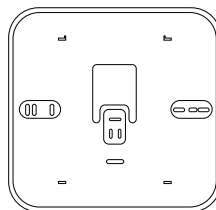
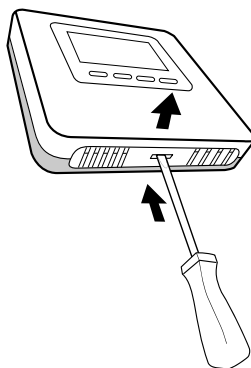

Fig. 10
Fig. 19
- Montați, dacă este necesar, placa de suport pe cutia electrică, din interiorul setului (Fig. 10).
Separăți baza de fixare exercitând o ușoară presiune pe limba din partea de jos (Fig. 19). Introduceți cele 2 baterii în compartimentul special conform sensului indicat pe aparat. Odată finalizată operațiunea, re poziționați Senzorul de mediu introducând mai întâi partea de sus, apoi rotind către partea de jos și apăsând delicat. Senzorul de mediu execută o monitorizare continuă a nivelului de încărcare a bateriei, a cărei durată este de circa 2 ani. Atunci când bateria este aproape descărcată, ecranul afișează simbolul “” (Fig. 10).